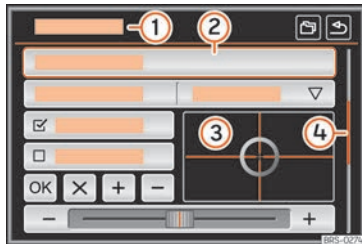

Fig. 204 Vue générale de certaines touches de fonction à l'écran.
Les boutons de fonction permettent d'activer des fonctions ou d'ouvrir des sous-menus. Dans les sous-menus, le menu actuellement sélectionné est indiqué dans la ligne d'en-tête »» fig. 204 ①.